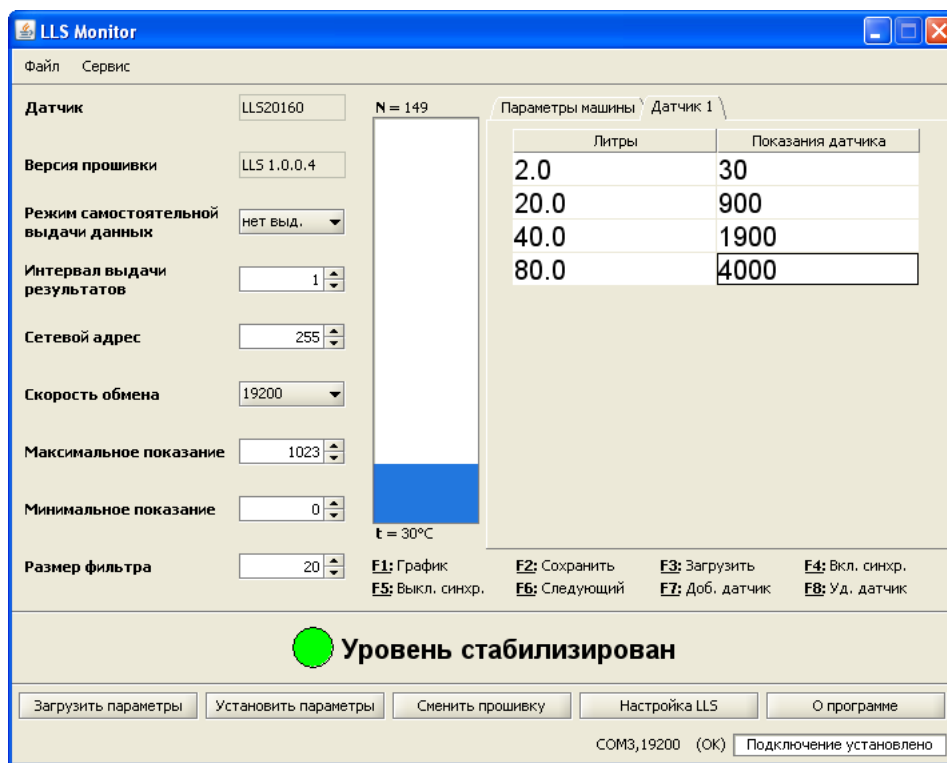

Рисунок 33
- 4) Открыть вкладку «Датчик 1» (Рисунок 33).
- 6) Открыть вкладку «Датчик 1» (Рисунок 33).